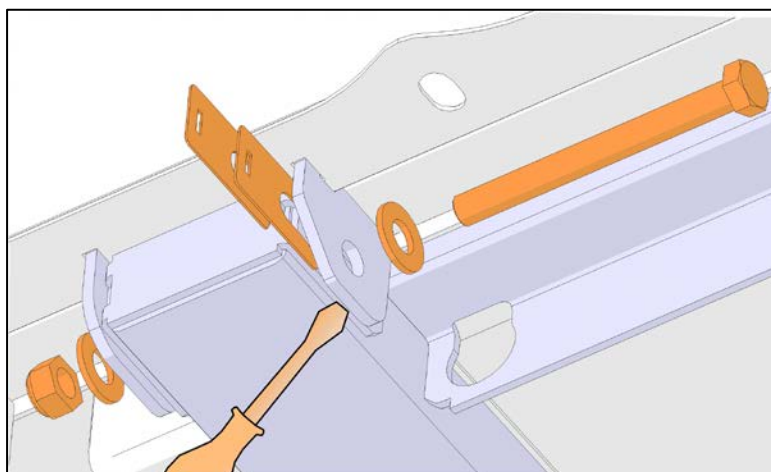

Figure 8: Installation de la vis et des cales
**Note:** Pour faciliter l'insertion, vous pouvez écarter le tube et l'oreille avec un tournevis plat. (Figure 8) Taper légèrement les cales avec un marteau